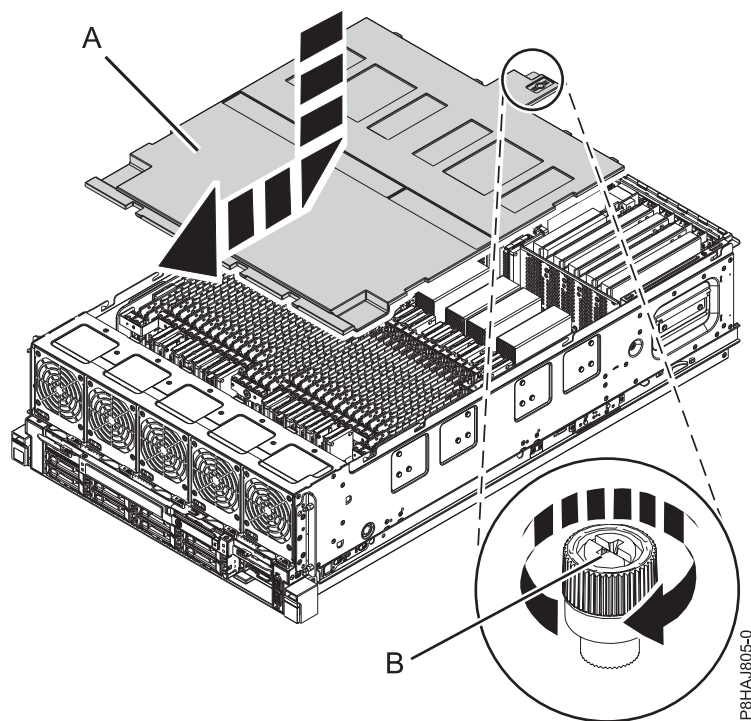

図 21. 安全カバーの再取り付け
2. 安全カバー (A) をシャーシ方向に押します。
3. つまみねじ (B) を、55 ページの図 21 に示されている方向に回転させて締めて、安全カバーをシャーシに固定します。